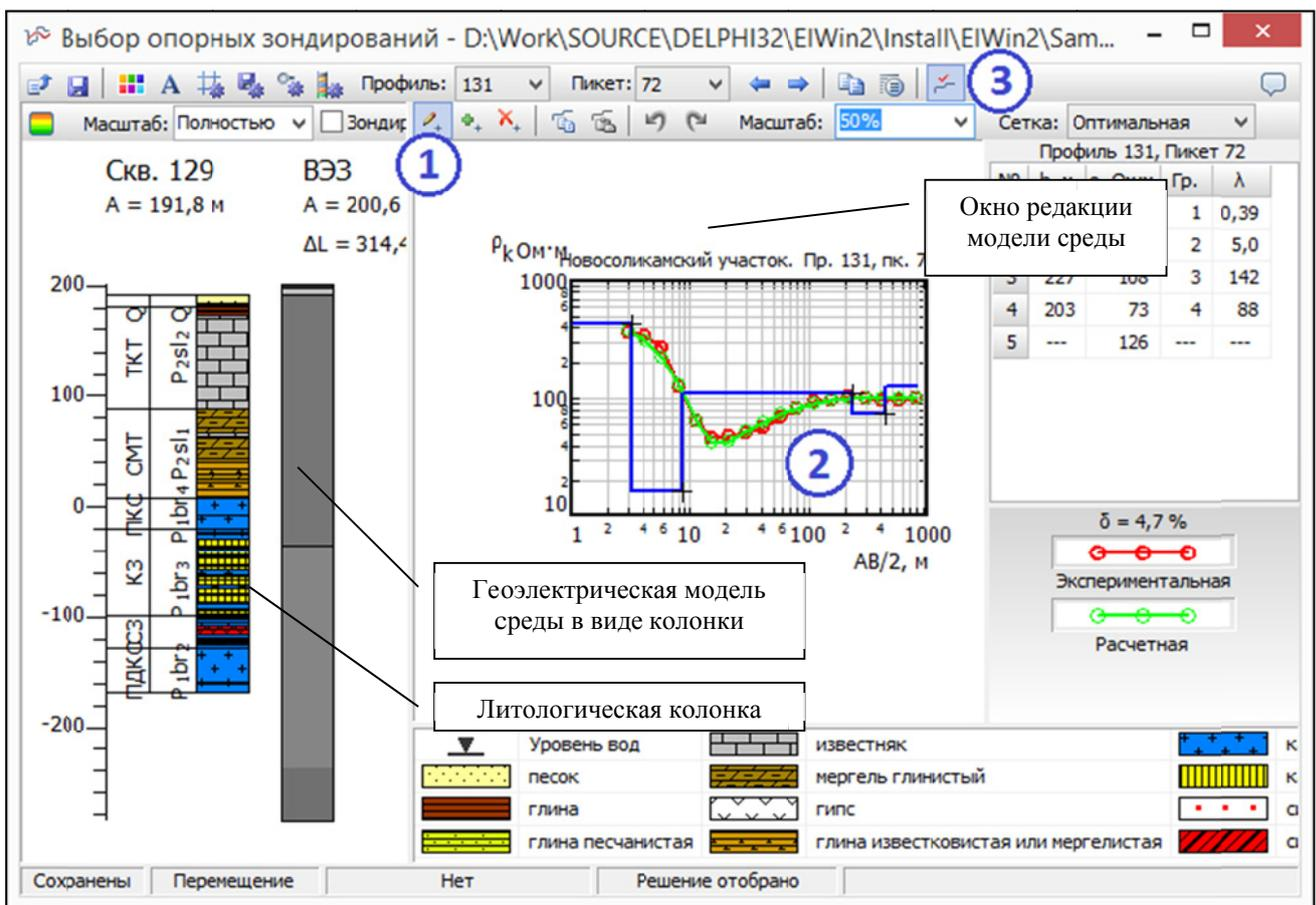

Рис. 6.1.2. Работа с редактором опорных зондирований
- двойным щелчком в списке пикетов выберите зондирование для параметрического анализа (цифра 4). Для этого откроется окно диалога-редактора опорных зондирований (рис. 6.1.2).
- перейдите в режим редакции, нажав кнопку  на панели инструментов (рис. 6.1.2, цифра 1);